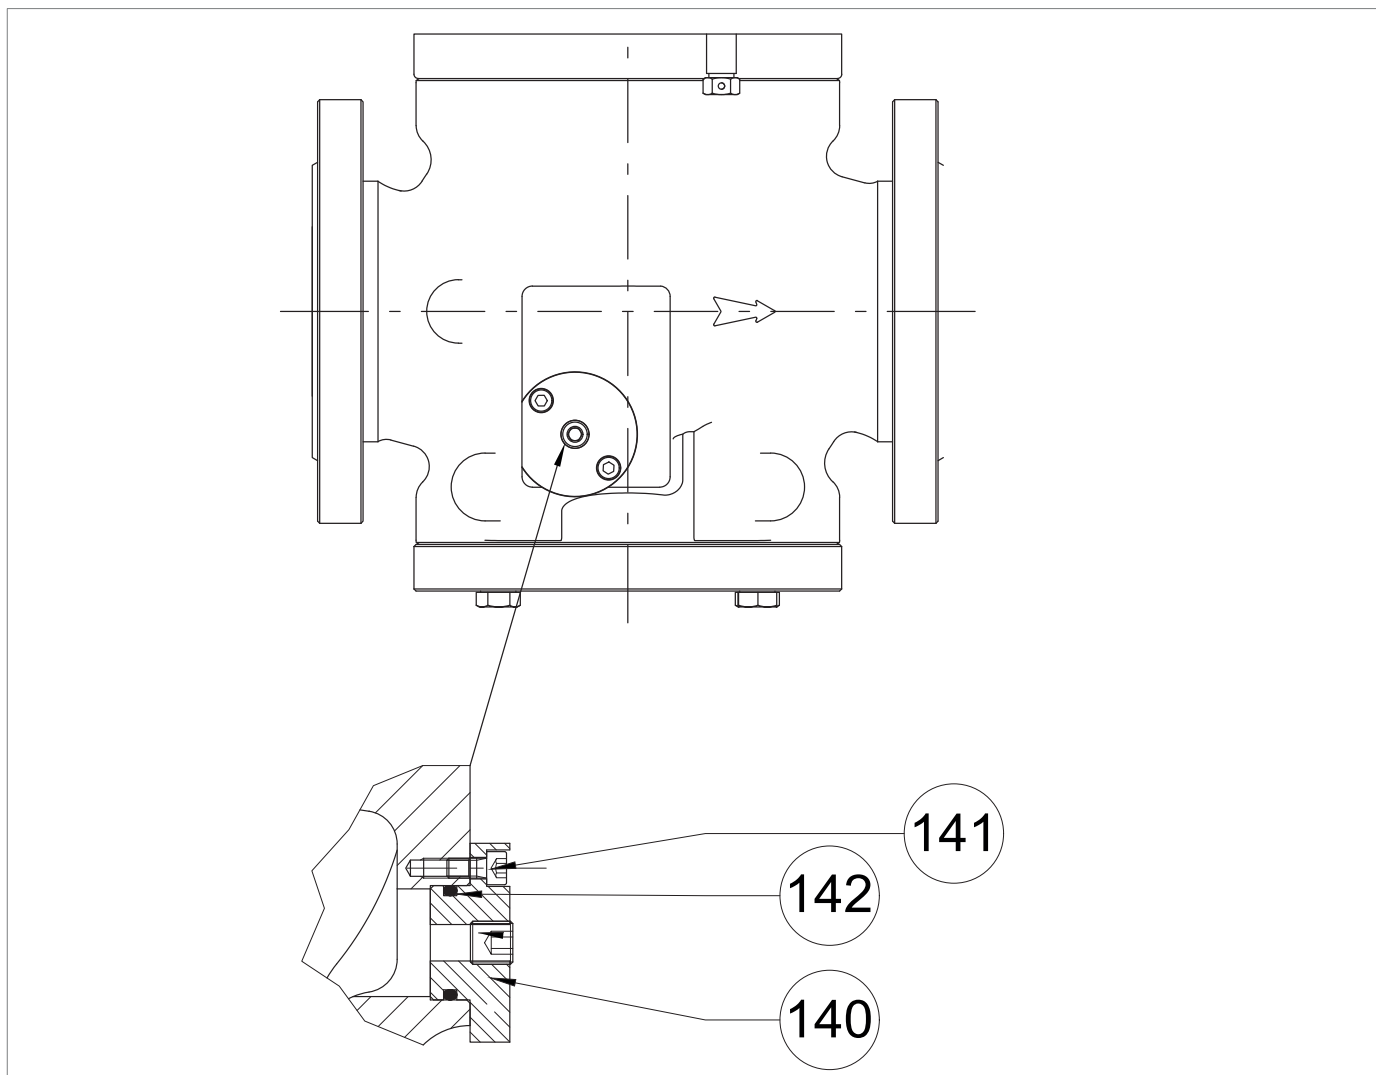

Fig. 9.70. Detalj av regulatorplugg
I avsaknad av den inbyggda SA-spärrventilen stänger locket (Fig. 9.70, ref. 140) hålet i huset för tryckvakten SA (se avs. 9.4.10).